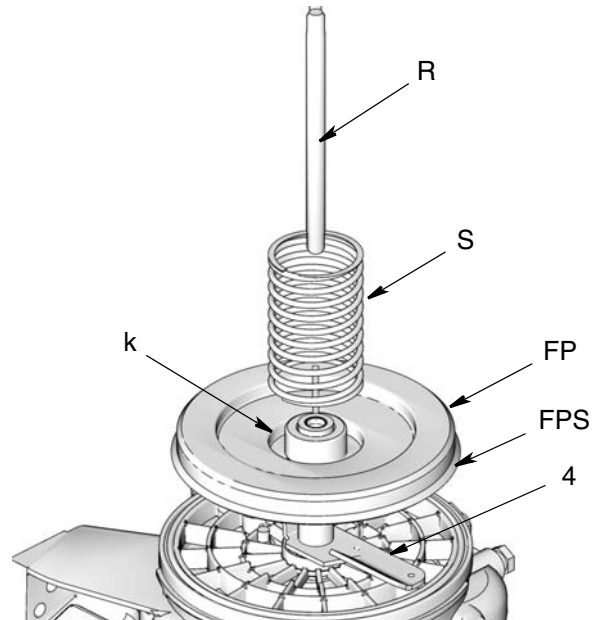

FIG. 15
b. Instale el plato seguidor (FP) en la paleta agitadora (4). Asegúrese de que el sello (FPS) apunte hacia abajo (hacia el plato aplastador) como se muestra en FIG. 15.